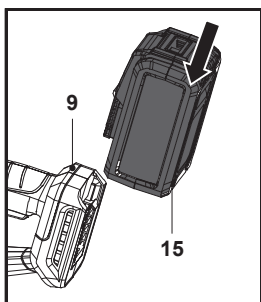

Fig. 2
1. Aligner la batterie (15) sur les glissières du port de connexion de la batterie (9) et faire glisser la batterie (15) pour la fixer. S'assurer qu'elle s'enclenche (Fig. 2).